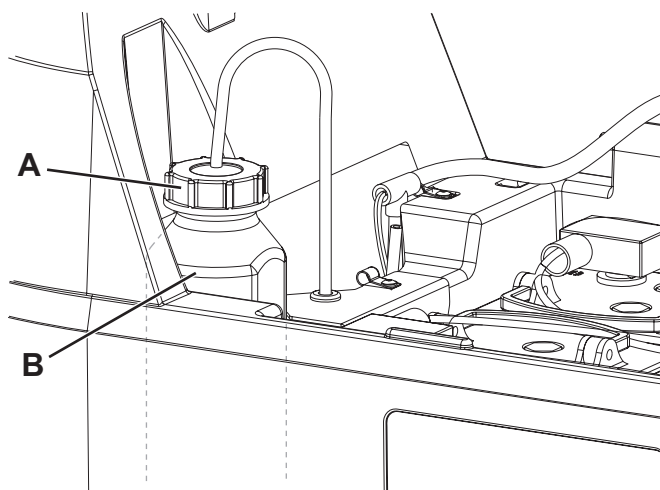

Abbildung 10
3. Deckel (34) anheben und überprüfen, ob der Schmutzwassertank (33) leer ist. Gegebenenfalls durch das Ablaufrohr (12) entleeren.
4. Deckel (34) schließen.
5. Tank (33) vorsichtig mit dem Griff (16) anheben.
6. Den Stopfen (A, Abb. 10) vom Reinigungsmittelkanister (B) abdrehen.